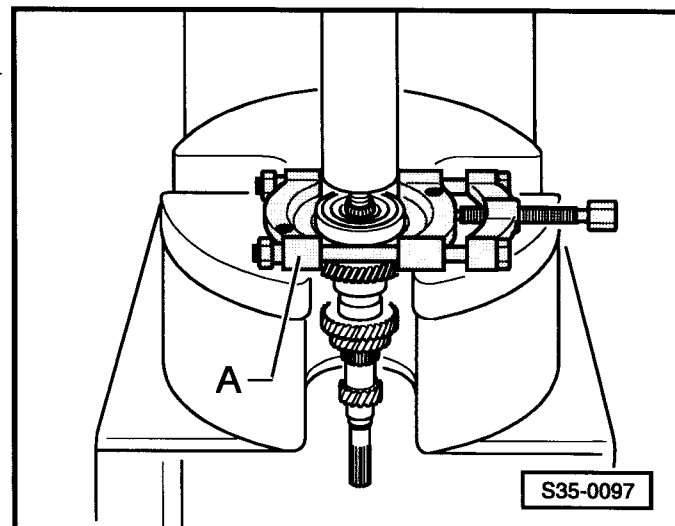

Рис. 2: Запрессовывание радиального шарикоподшипника
- запрессовывание ⇒ рис. 2 в **35-1** страница 3